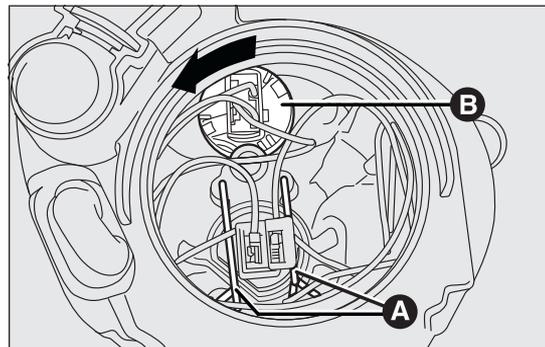

fig. 134
- libérer les deux agrafes de maintien de l'ampoule A fig. 134 ;
- tourner la douille B fig. 134 dans le sens inverse des aiguilles d'une montre et l'extraire ;